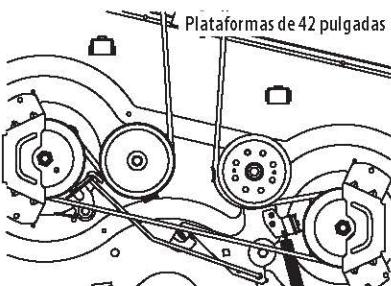
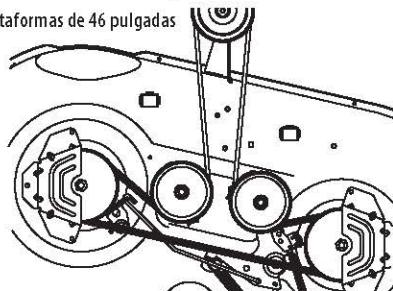
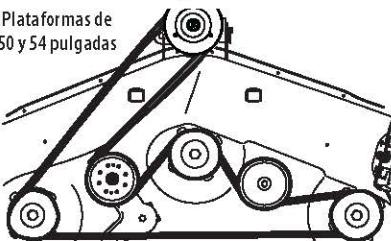

Figura 52
Figura 53
Figura 54
- Coloque la correa nueva como se muestra en la figura correspondiente. Consulte la Figura 52 para plataformas de 42 pulgadas, la Figura 53 para plataformas de 46 pulgadas y la Figura 54 para plataformas de 50 pulgadas y 54 pulgadas.